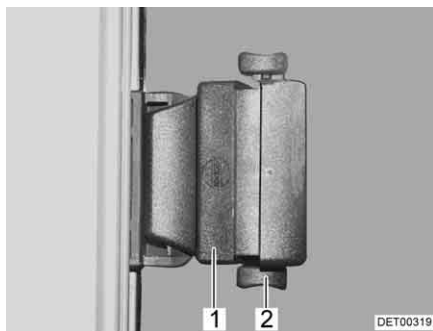

Bild 98 Skjutfönster med trycklås
- Lossa låset (Bild 98,2).
- Tryck handtaget (Bild 98,1) och skjut det samtidigt framåt eller bakåt.